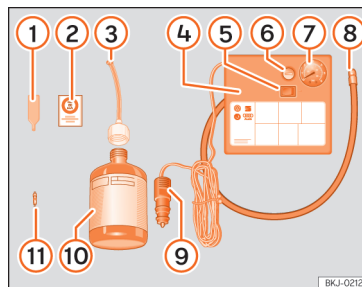

Fig. 31 Representação padrão: conteúdo do kit antifuros.
O kit antifuros está localizado na bagageira, por baixo do revestimento do piso. Inclui os seguintes componentes »» **Fig. 31:**
- Desenrosque a proteção e o obus da válvula do pneu. Utilize o aparelho »» Fig. 31 ① para retirar a carga. Coloque-o numa superfície limpa.
- Agite com força a garrafa de vedante de pneus »» Fig. 31 ⑩.
- Enrosque o tubo de enchimento »» Fig. 31 ③ na garrafa de vedante. O selo da garrafa partir-se-á automaticamente.
- Remova o tampão do tubo de enchimento »» Fig. 31 ③ e enrosque a extremidade aberta do tubo na válvula do pneu.
- Volte a colocar o obus com o aparelho »» Fig. 31 ① na válvula do pneu.
- Enrosque o tubo de enchimento do pneu do compressor »» Fig. 31 ⑧ na válvula do pneu.
- Verifique se o parafuso de evacuação de ar está fechado »» Fig. 31 ⑥.
- Ligue o conector »» Fig. 31 ⑨ à tomada de corrente de 12 volts do veículo »» Página 148.
- Ligue o compressor de ar com o interruptor ON/OFF »» Fig. 31 ⑤.
- Cole o autocolante »» Fig. 31 ② no painel de instrumentos, dentro do campo visual do condutor.
Volte a enroscar o tubo de enchimento »» Fig. 31 ⑤ e verifique a pressão no manómetro ⑥.